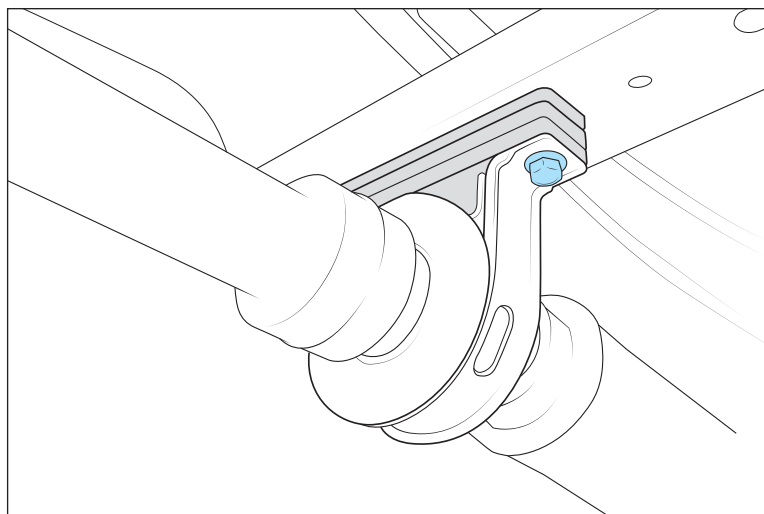

Abbildung 15
19. Entferne das Kardanwellenmittellager vom Rahmen. Montiere drei mitgelieferte Abstandshalter mittels der mitgelieferten M10 x 50mm Schrauben um den Winkel des Antriebsstrangs zu verbessern und Vibrationen zu vermeiden. Ziehe die Schrauben mit 68Nm fest (Abb. 15).